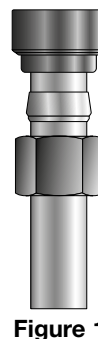
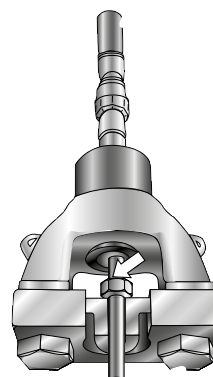

Figure 1
Figure 3
- Assemblez l'écrou CPI™/A-LOK®, la/les bague(s) CPI™/A-LOK® dans la matrice corps, comme illustré à la figure 1. Vérifiez que l'embout conique de la/les bague(s) est orienté vers la matrice corps.
- Insérez l'assemblage (figure 1) dans la matrice écrou, comme illustré à la figure 3.